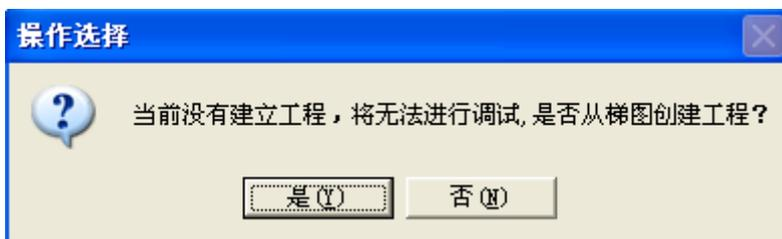

图 5.3 “建立工程”操作选择对话框
- (1) 单击调试工具条的  按钮或单击“调试”菜单的“生成 Bin 文件”菜单项可执行生成 BIN 文件的操作。
- (2) 若当前没有建立工程，则软件会弹出如图 5.3 所示的操作选择对话框。